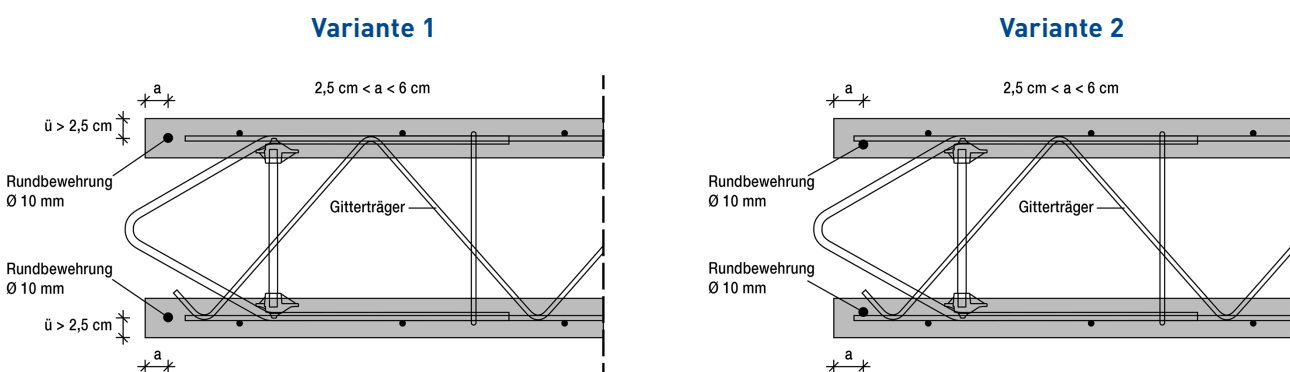

Bild 7: erforderliche Randbewehrung bei Querzug
* Werte gelten für den Einbau in FTW mit werkseigener Produktionskontrolle nach DIN EN 13369 und beim Lastfall Aufrichten unter Berücksichtigung einer Randbewehrung gemäß Bild 7 auf Seite 7.